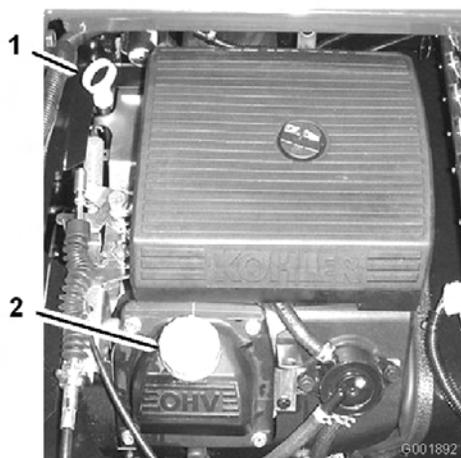

Figura 44
2. Retire a vareta e limpe-a com um pano limpo (Figura 44). Volte a colocar a vareta no tubo e verifique se está completamente introduzida. Retire a vareta e verifique o nível de óleo.
3. Se o nível de óleo estiver baixo, retire a tampa de enchimento da cobertura das válvulas (Figura 44) e adicione lentamente óleo suficiente na abertura até que o nível suba até à marca "Full" (Cheio) da vareta. Adicione o óleo lentamente e verifique o nível com alguma frequência durante o procedimento. Não encha demasiado.
8. Coloque lentamente cerca de 80% da quantidade de óleo especificada no bocal de enchimento do óleo (Figura 44).